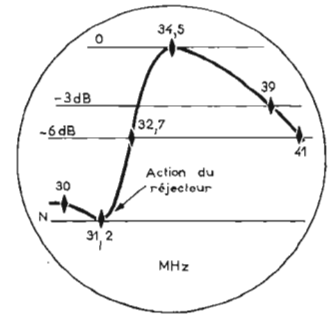

Fig. 37. — Action du réjecteur dans la bande passante du rotacteur.
g) On décourt-circuite le réjecteur et on le règle sur la fréquence son du canal adjacent : $31,2 \text{ MHz}$. Normalement, si l'on obtient alors sur le wobuloscope la courbe de la figure 37, le rotacteur doit être réglé.